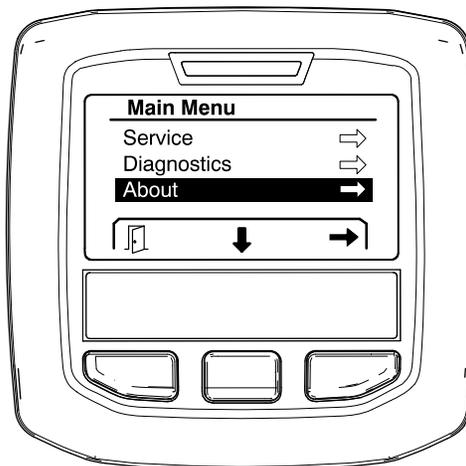

図 36
1. About 画面にアクセスするには、中央ボタンを押してABOUT画面へ移動し、右ボタンで About 画面に入ります 図 36。